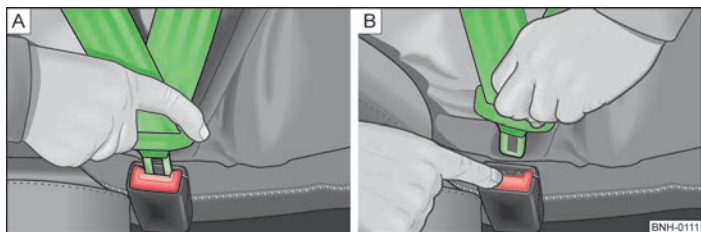

Fig. 81 Colocar y quitar el cinturón de seguridad
- Introducir la lengüeta en el cierre correspondiente al asiento » fig. 81 - A hasta que se oiga como encaja.
- Pulsar la tecla roja en el cierre del cinturón » fig. 81 - B, la lengüeta del cinturón saldrá disparada.